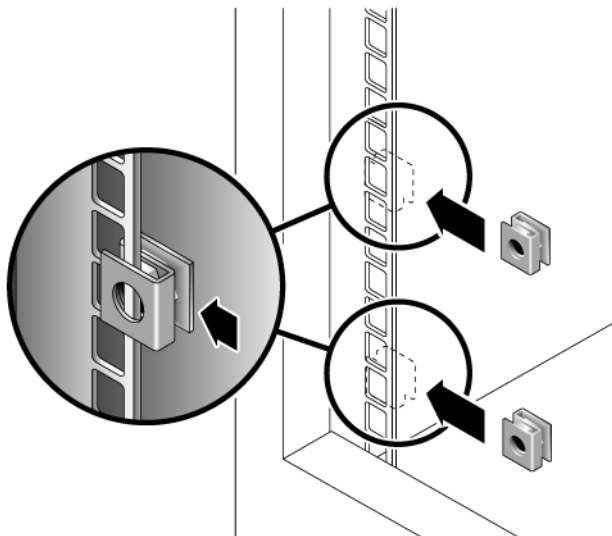

図 2-24 キャビネットレールのレール固定穴へのケージナットの取り付け
1. トレイを取り付ける 3RU キャビネットスロットの、一番上の取り付けユニットの中央の穴と一番下の取り付けユニットの中央の穴に 1 つずつケージナットを取り付けます (図 2-24)。